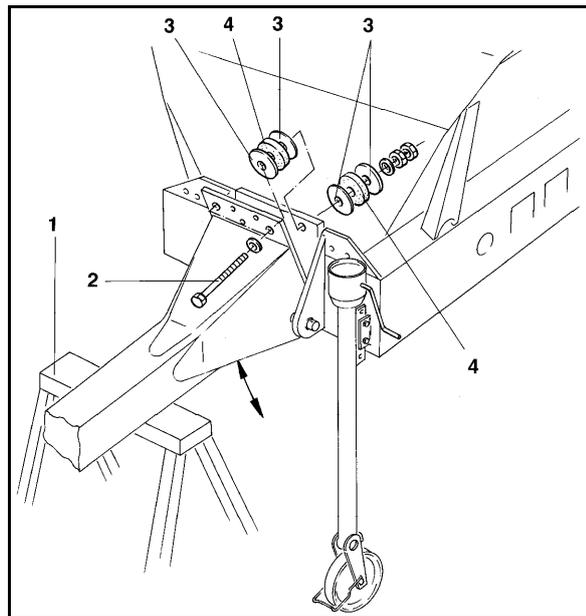

Fig. 49
2. Deichsel auf stabilem Bock (Fig. 49/1) abstützen und beide Befestigungsschrauben (Fig. 49/2) lösen.
3. Durch gleichmäßiges Umsetzen der Distanzscheiben (Fig. 49/3) kann die Deichsel verstellt werden. Die Puffer (Fig. 49/4) dürfen nicht entfernt werden. Sie dämpfen die vom Traktor auf den Streuer übertragenen Stöße.